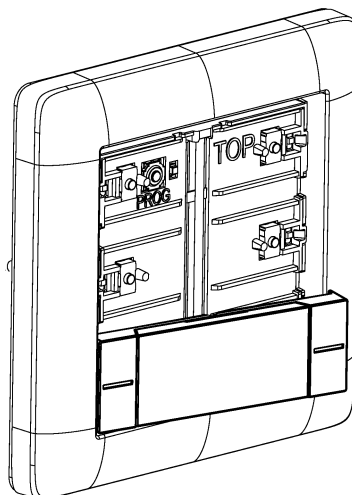

рисунок 5: Установка клавиши управления сбоку
- Установите клавишу управления сбоку (см. рисунок 5).